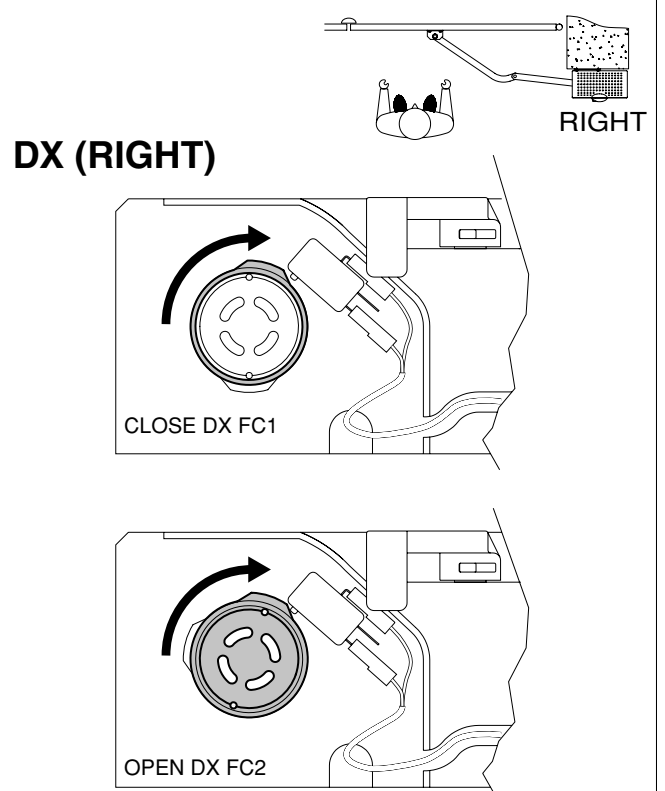

Fig. 15
10) MANOBRA DE EMERGÊNCIA (Fig.15)